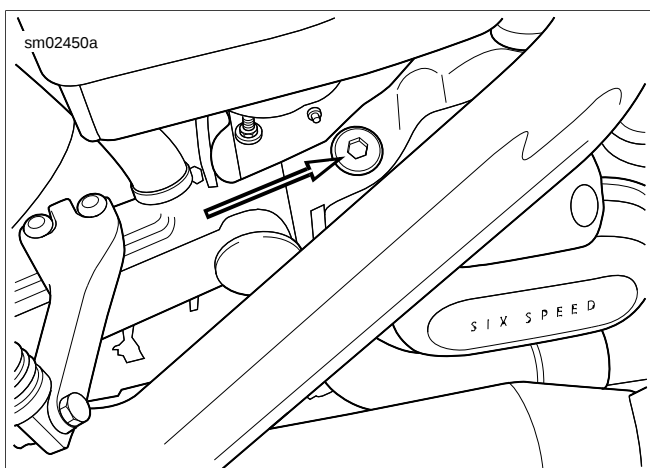

Figure 1-17. Emplacement de la jauge de transmission
3. Voir Figure 1-17. Retirer la jauge de lubrifiant de transmission. Essuyer la jauge.
1. Voir Figure 1-17. Retirer le bouchon de remplissage/jauge de la transmission.